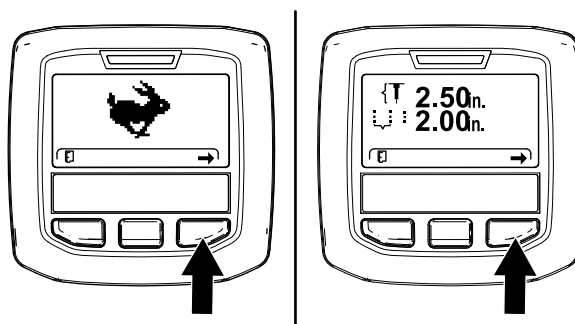

Figure 65
**Remarque:** L'écran de mode TRANSPORT ou mode AÉRATION s'affiche (Figure 65).